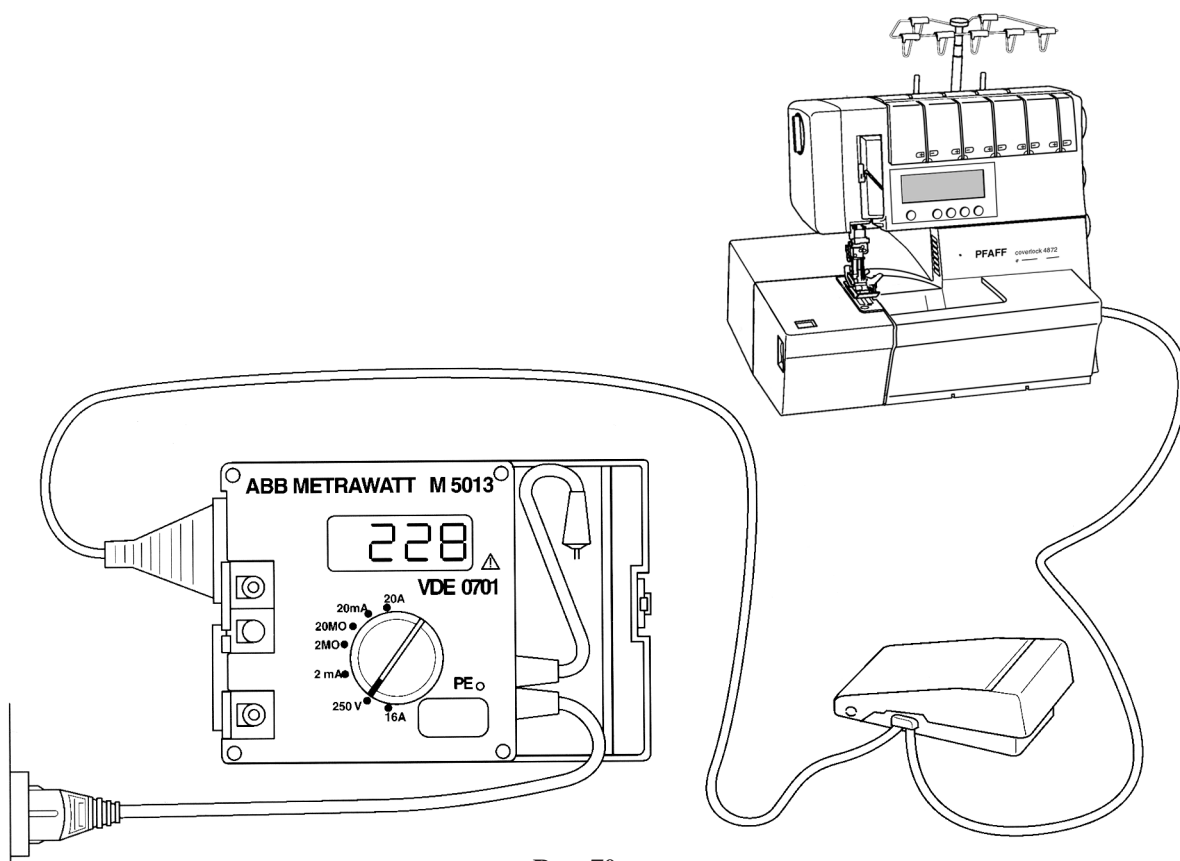

Рис. 70
- Переключатель диапазонов измерения устанавливают на "250 V" (рис. 70).